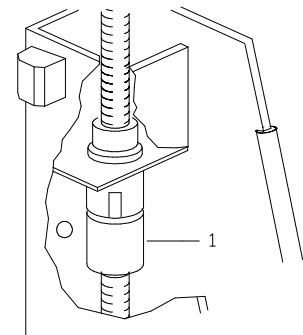

Fig.6
- In geval van een kapotte draagmoer zal de veiligheidsmoer automatisch de last overnemen en de brug uitschakelen (ref.1 Fig.6).